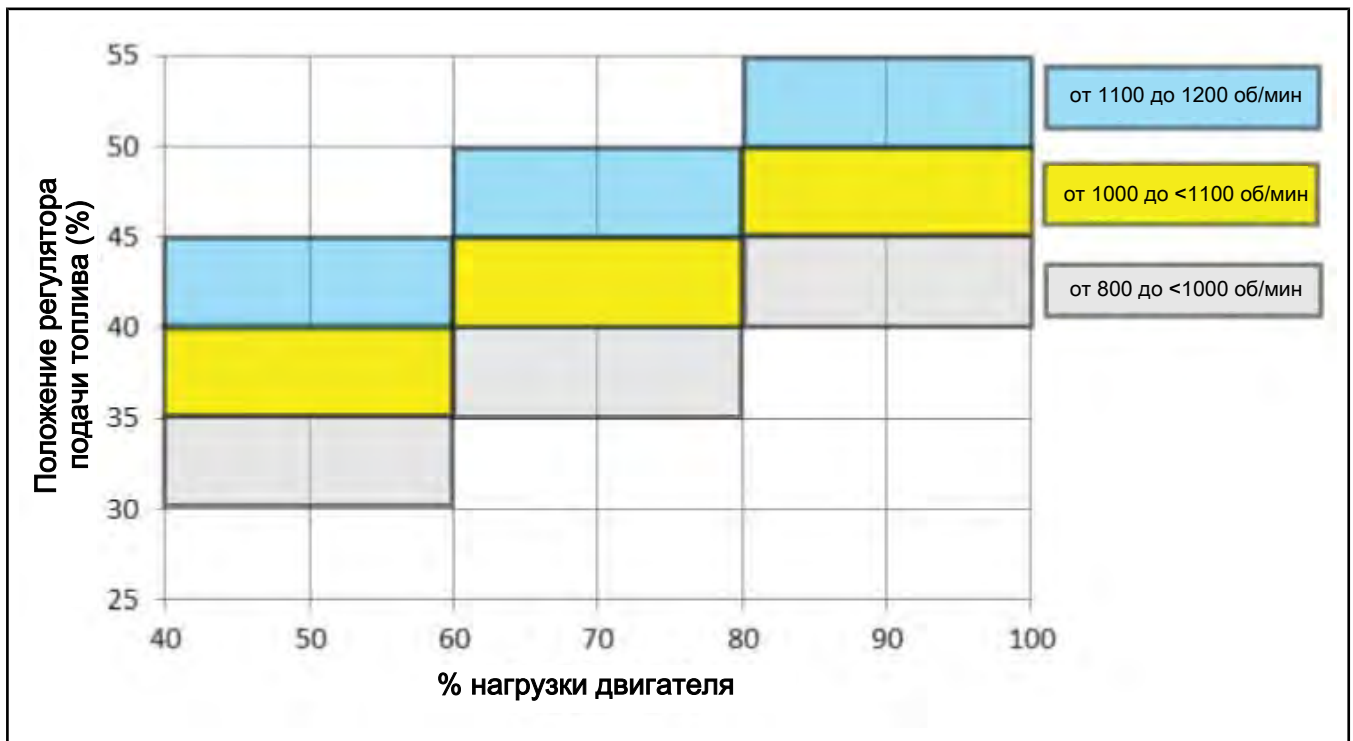

Рисунок 12.00-3: Положение регулятора подачи топлива и нагрузка двигателя (только для справки)
3. См. Рисунок 12.00-3 чтобы установить нужное положение регулятора подачи топлива для максимальной возможной скорости и нагрузки для конкретного объекта. Найдите % нагрузки на оси X и найдите ячейку, соответствующую частоте вращения двигателя, чтобы определить нужное положение регулятора подачи топлива.